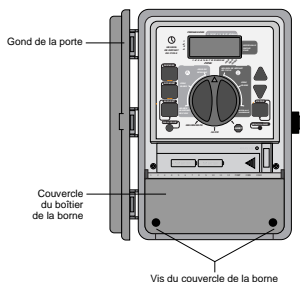

FIGURE 18 : Programmeur extérieur et couvercle du bornier
- Ouvrez le boîtier en dévissant les deux vis et en retirant le couvercle de plastique [voir la figure 18].